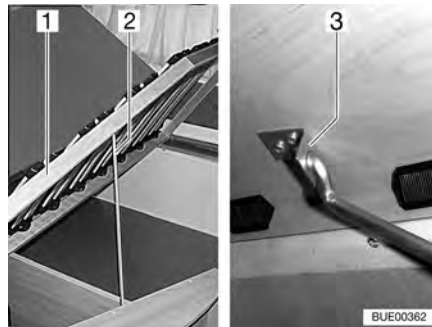

Fig. 71 Lit fixe
- Soulever le sommier à lattes (Fig. 71,1), détacher la tige (Fig. 71,2) de l'ancrage et l'insérer dans le trou du support (Fig. 71,3).
- Soulever le sommier à lattes (Fig. 71,1), détacher la tige (Fig. 71,2) du support (Fig. 71,3) et l'insérer dans l'ancrage.